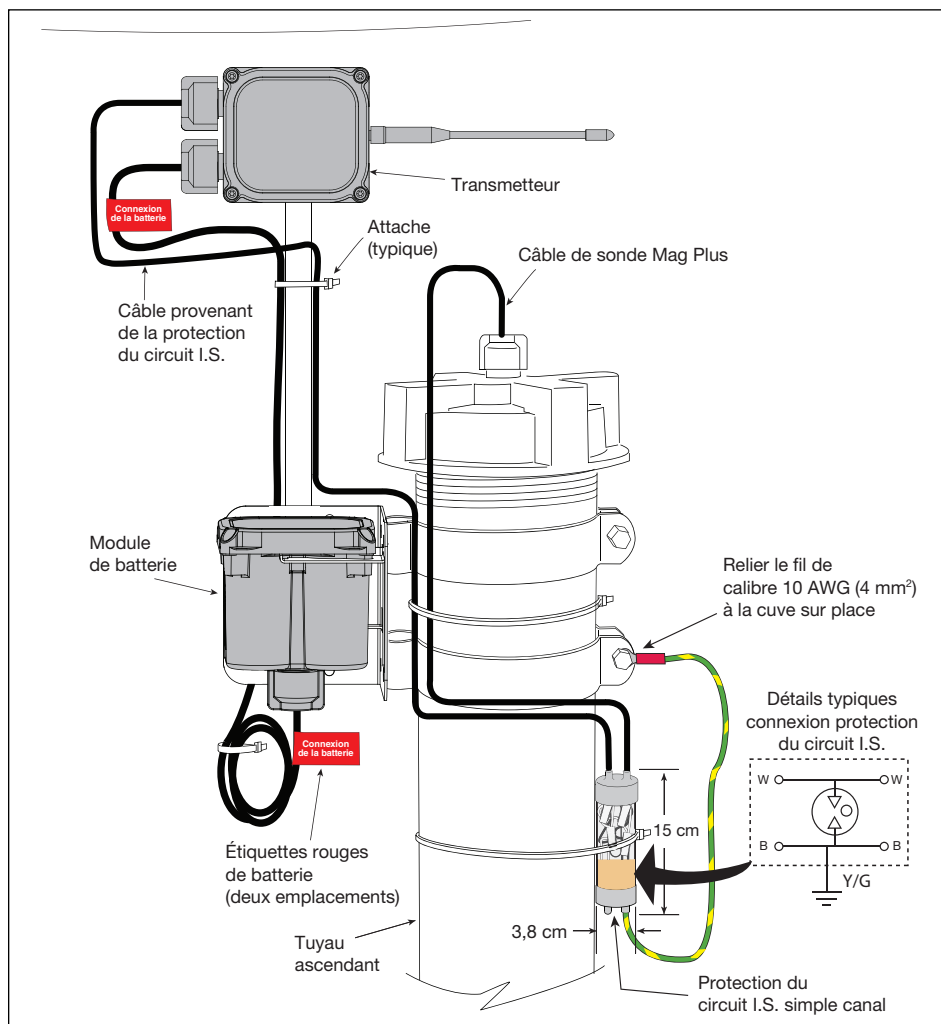

Figure 15. Exemple d'installation de sonde Mag Plus sans fil avec protection du circuit I.S. simple canal
Vous trouverez un exemple d'installation de sonde Mag Plus sans fil à la Figure 15. Montez la protection du circuit I.S. le plus près possible du point d'entrée du câble de raccordement de la sonde.
9. Raccordez le fil de terre vert/jaune de la protection du circuit I.S. à une masse appropriée de la cuve (voir Figure 15). Dans les installations de cuves non conductrices, raccordez le fil de terre vert/jaune de la protection du circuit I.S. à une tige de mise à la terre conforme aux recommandations des autorités locales.